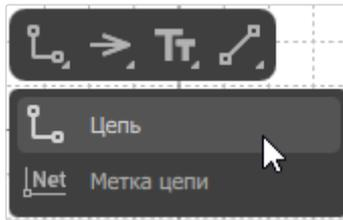

Рисунок 29. Инструмент «Цепь» на панели инструментов
- 2) В раскрывшемся списке выбрать инструмент «Цепь» (см. рисунок 29).